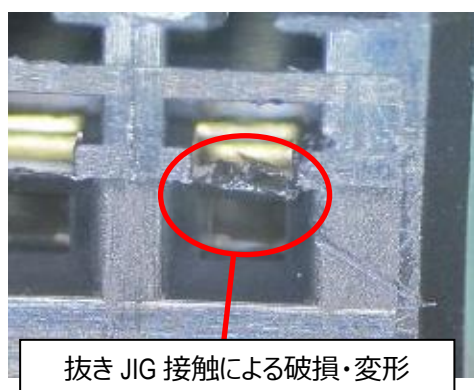

図 42. 抜き JIG 接触による破損・変形
- ①メス端子引き抜き作業時に端子抜き JIG やメス端子をこじらないで下さい。又、メス端子を引き抜いた場合はメス端子・メスハウジングに破損・変形等がない事を確認して下さい。(図 42 参照)